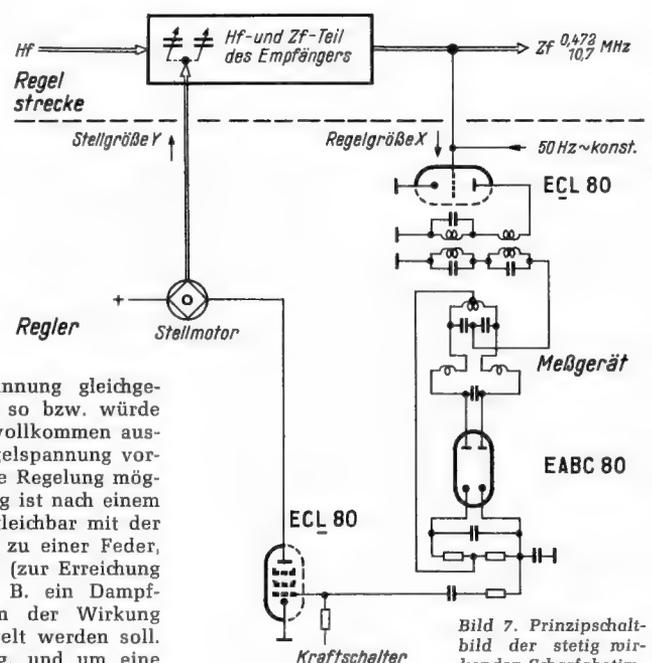

Bild 7. Prinzipschaltbild der stetig wirkenden Scharfabstimmung eines Rundfunkempfängers
Bild 7 zeigt einen integral wirkenden Regler eines modernen Rundfunkempfängers (6). Aufgabe dieses Reglers ist es, die Abstimmkreise des Empfängers automatisch auf den empfangenen Sender einzustellen; es handelt sich also um eine automatische Scharfabstimmung und damit um einen sog. Folgeregler, bei dem die Frequenz des eingestellten Senders den Führungswert abgibt. Dieser Regler regelt aber nicht nur evtl. Abwanderungen der empfangenen Frequenz, also den Führungswert, aus, sondern auch Beeinflussungen durch Störgrößen Z. Solche wären im Falle des gezeigten Beispiels: Abweichungen des Überlagerungs-Oszillators und zeit- und temperaturbedingte Abweichungen der Abstimmelemente des Empfängers. Der Vollständigkeit halber sei hier hinzugefügt, daß dieselbe Einrichtung dieses „ferngesteuerten“ Empfängers auch zur Sendersuche von Hand oder automatisch benutzt wird; in diesem Falle handelt es sich dann um eine echte Steuerung.
Die Wirkungsweise des Regelkreises nach Bild 7 ist folgende: Die empfangene Hf wird in bekannter Weise in die Zf von 472 kHz oder 10,7 MHz umgesetzt. An der Anode der letzten Zf-Röhre (Messort) wird diese Zf abgenommen und einer Verstärker-Modulatorröhre EC(L) 80 zugeführt. Hier wird die jeweilige Zf (0,472 oder 10,7 MHz) mit einer 50-Hz-Wechselspannung moduliert und dann dem Steuerdiskriminator zugeführt. Dieser ist interessanterweise so ausgeführt, daß er ohne Umschaltung sowohl die AM-Zf, als auch die FM-Zf-processed kann.